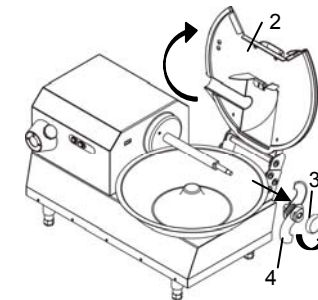

Рис. 6.3.2
- Поднять крышку "2" Рис. 6.3.2 и извлечь её из своего местоположения.
- Поднять крышку "2" Рис. 6.3.2.
- Отвинтить ручку блокировки втулки блока ножей "3" Рис. 6.3.2.